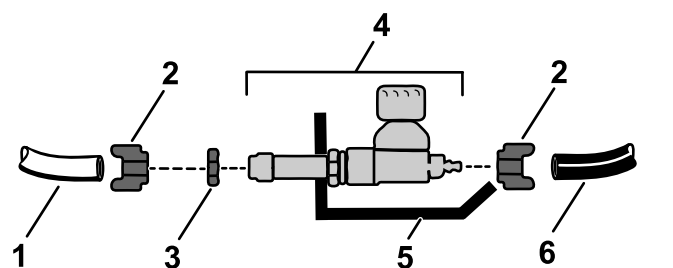

Figura 10
1. Allentate e rimuovete i dadi di compressione dal corpo della valvola (Figura 10).
2. Allentate e rimuovete il controdado dalla valvola (Figura 10).
3. Utilizzate il controdado rimosso in precedenza per fissare la valvola al relativo supporto (Figura 10).
4. Inserite il tubo blu e il tubo bianco in un dado di compressione (Figura 10).
5. Fissate i tubi blu e bianco alla valvola avvitando il dado di compressione sulla valvola (Figura 10).